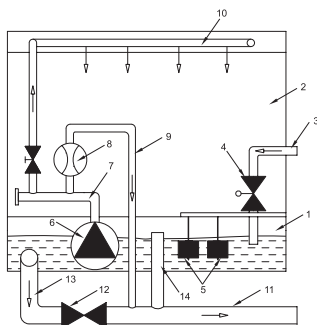

Рисунок 18
В установках RW могут применяться модели оборотного снабжения (рис. 18), наиболее полно реализующих функционал увлажнителя. Поддон (1) наполняется водой из магистрального трубопровода. Уровень воды в поддоне поддерживается при помощи герконового датчика уровня (5) и нормально закрытого соленоидного клапана (4). В случае, когда требуется увлажнение, включается насос (6) и вода через распределительную гребенку (7) подается на блоки водораспределительных головок (10). Через водораспределительные головки вода равномерно распределяется на кассеты (2). Стекая по поверхности кассет, часть воды абсорбируется материалом кассеты, а часть возвращается в поддон. При прохождении воздуха через увлажненный материал кассеты, происходит испарение воды с поверхности материала. Таким образом влагосодержание воздуха повышается. Процесс сопровождается некоторым понижением температуры проходящего через кассеты воздуха, что позволяет использовать увлажнитель в качестве секции охлаждения в летний период. В процессе испарения содержание соли в оборотной воде повышается и может достичь уровня при котором соль будет откладываться на материале кассеты и элементах конструкции. Для нормализации концентрации солей в оборотной воде - предусмотрена система сброса части воды в дренаж и восполнения ее до необходимого уровня за счет подачи чистой. Величина отводного потока настроена по умолчанию. Для самостоятельной регулировки служит регулирующий кран (7) и расходомер на линии отводного потока водораспределительной гребенки. Для исключения возможности перелива воды в поддоне выполнена линия перелива (14) в дренаж. Для полного осушения поддона имеется линия слива (13) с шаровым краном (12).